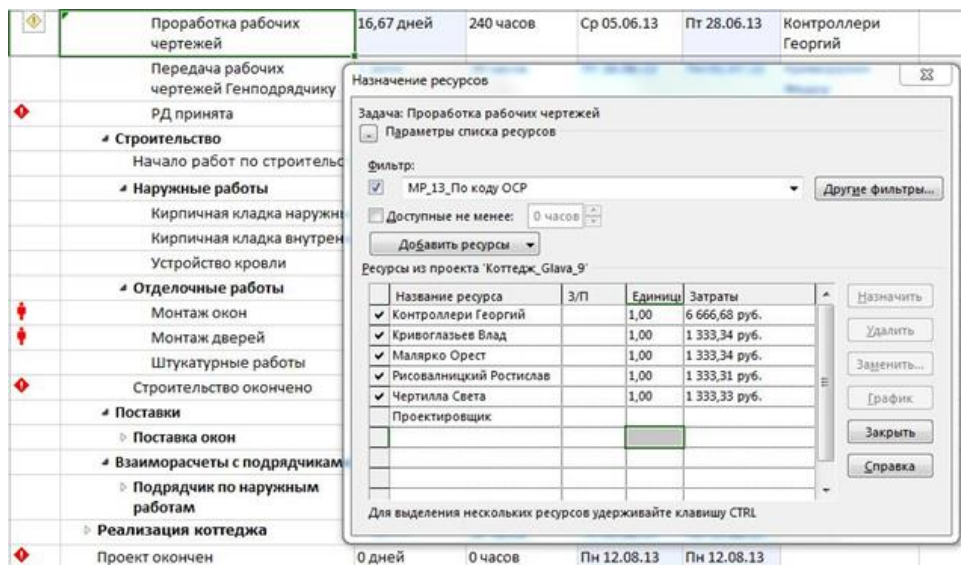

Рисунок 92 – Замена ресурсов
4) Заменить универсальные ресурсы на конкретных людей, с которых спрашивать, кто сколько сделал. Как и поступаем, универсальные ресурсы заменяем на всех людей, имеющих код ОСР «Инженер ПТО», Рисунок 92.